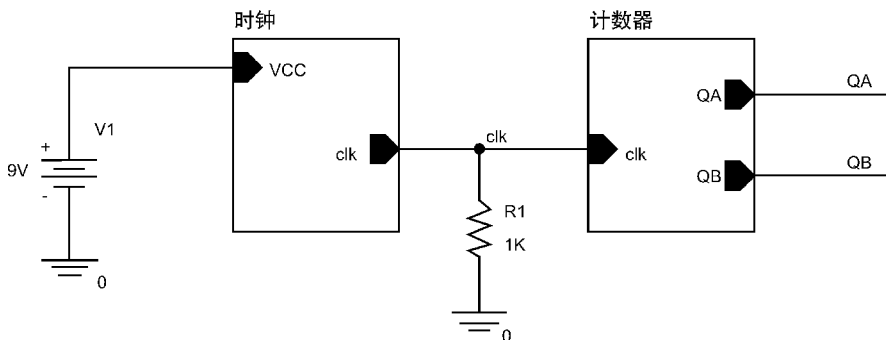

图 22.19 在 clk 网络节点与 0V 符号之间添加 1k 电阻
11. 如图 22.19 所示, 在 clk 网络节点与地之间放置 1k 电阻, 为 clk 网络节点提供对地直流通路。